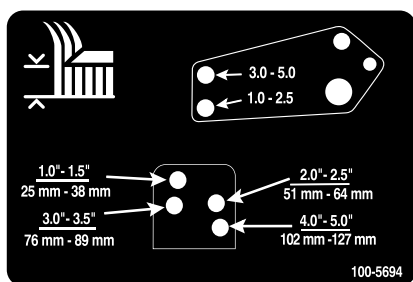

Figura 26
10. Allineate i fori dei tiranti di smorzamento con i fori della staffa per l'altezza di taglio desiderata sul telaio del piatto di taglio, inserite i perni con testa e montate le coppie (Figura 26).